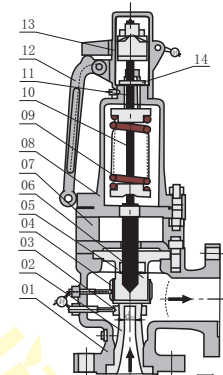

图2
- 1、开启压力已经调整好的安全阀,若回座压力及排放压力不符合要求,则可利用改变调节圈03/04[见图2]的位置来调整,调节圈有单调节圈和双调节圈之分;